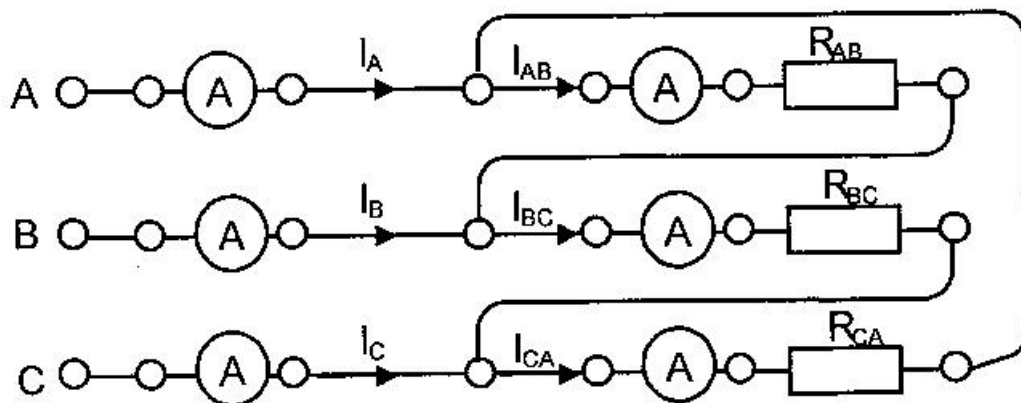

Рисунок 9.1.
1. Соберите цепь с симметричной активной нагрузкой ($R_{AB} = R_{BC} = R_{CA} = 1 \text{ кОм}$) согласно принципиальной схеме (рис. 9.1) и монтажной схеме (рис. 9.2).